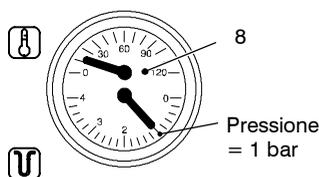

fig. 3.2
Aprire il rubinetto di riempimento 15 in fig. 3.1 posto sotto la caldaia e verificate contemporaneamente la pressione del circuito riscaldamento sul termomanometro 8 in fig. 3.2
Verificate la pressione del circuito di riscaldamento 8 in fig. 3.2, ed eventualmente provvedete al riempimento vedi sez.3.1
**Pressione bassa del termomanometro 8 in fig. 3.2**
Controllate sul termomanometro 8 in fig. 3.2 che la pressione del circuito di riscaldamento non sia prossima a 3 bar; in questo caso si consiglia di scaricare parte dell'acqua dell'impianto attraverso le valvoline di sfogo d'aria presenti nei termosifoni in modo da riportare la pressione ad un valore regolare.